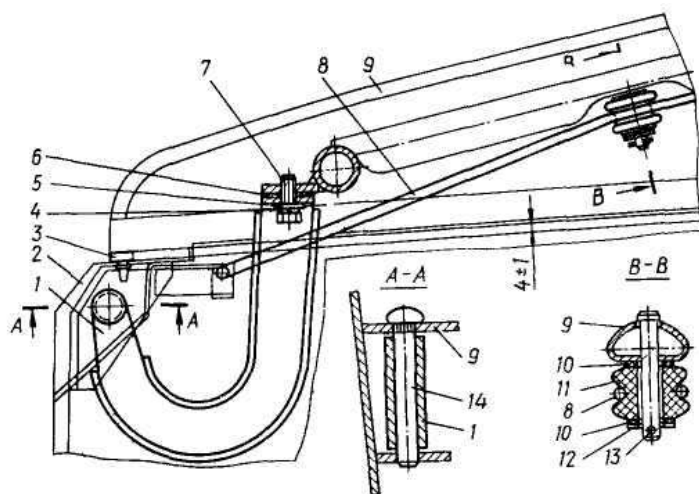
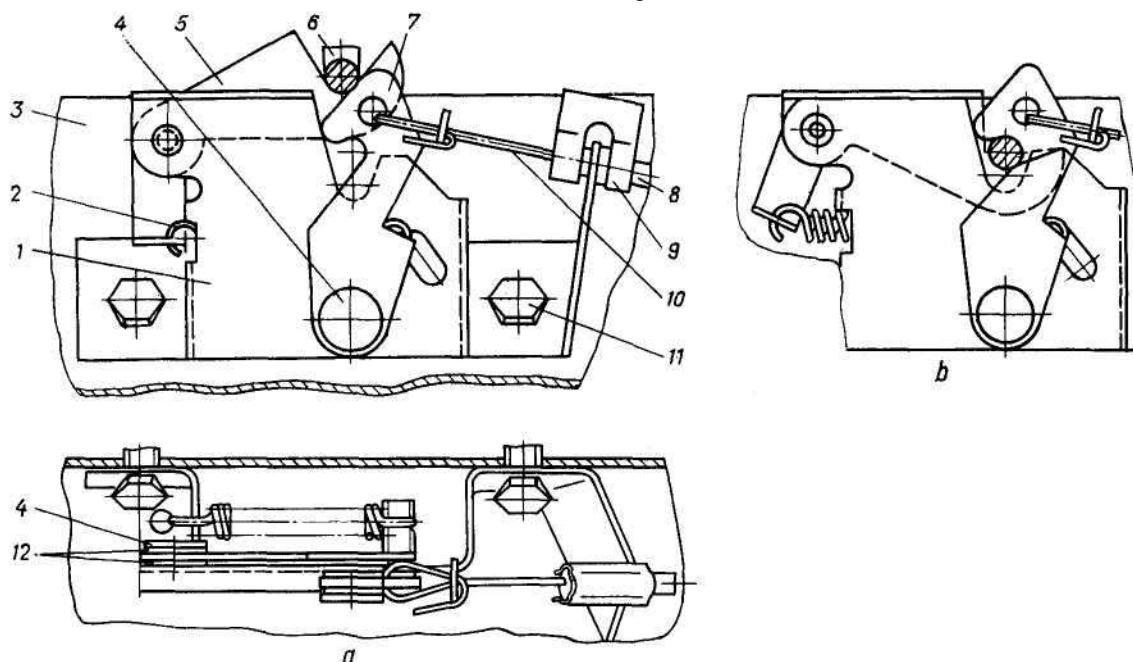

Рис. 247. Капот:
Рис. 248. Замок капота:
Устройство. Капот установлен в двух петлях 1 (рис. 247). В закрытом положении опирается на резиновые буферы 3. Регулировка зазора 4 ± 1 мм для равномерного прилегания капота к буферам производится подбором толщины пакетов регулировочных прокладок 6. В открытом поднятом положении капот фиксируется упором 8. При закрывании капот своим фиксатором 6 (рис. 248), скользя по скосу захвата 7 замка, отжимает его и им захватывается под действием пружины 2.
Отверстия в кузов для крепления замка — по горизонтали овальные, а в петлях 1 (рис. 247) капота — увеличенные. Это позволяет при установке капота производить корректировку положения капота и замка относительно друг друга и кузова.
- закрепите капот к петлям болтами 7 (рис. 247) с шайбами 5 и 4. Болты оставьте недовернутыми на 1...1,5 оборота. Регулировочные прокладки при этом проложите пакетами по намеченным местам (а если производилась рихтовка капота или кузова, то разделите их поровну);